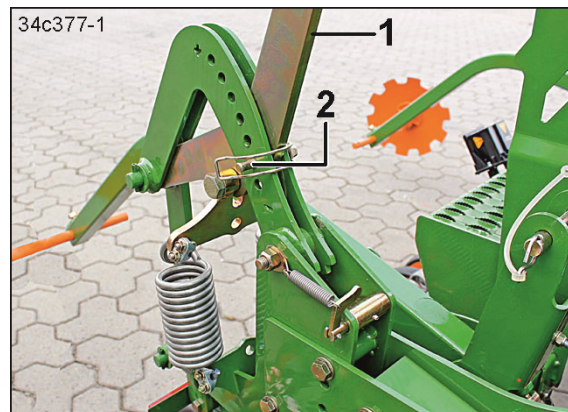

Рис. 172
2. Потяните за рычаг (Рис. 172/1) и извлеките шплинт с круглой пружинной защелкой (Рис. 172/2).